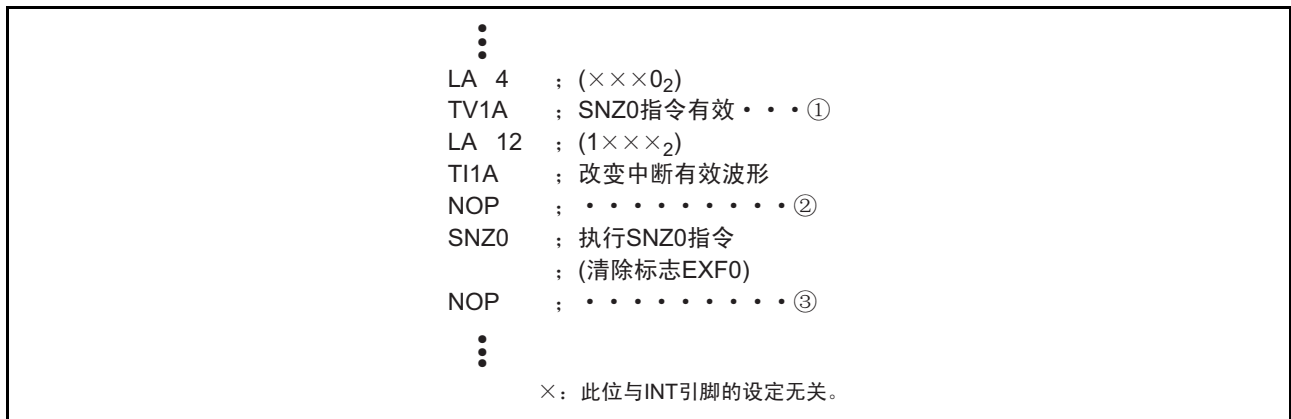

图 24 外部 0 的中断程序例 3
- 在更改寄存器I1的bit2的内容时，有时需要根据P13/INT引脚的输入状态将外部0的中断请求标志（EXF0）置“1”。为了防止发生意外的中断，必须在将中断控制寄存器V1的bit0清“0”（图24①）后更改寄存器I1的bit2的内容。而且，必须间隔一条或一条以上的指令后执行（图24②）SNZ0指令，将标志EXF0清“0”。另外，考虑到因SNZ0指令发生跳越的情况，必须在SNZ0指令后插入NOP指令（图24③）。